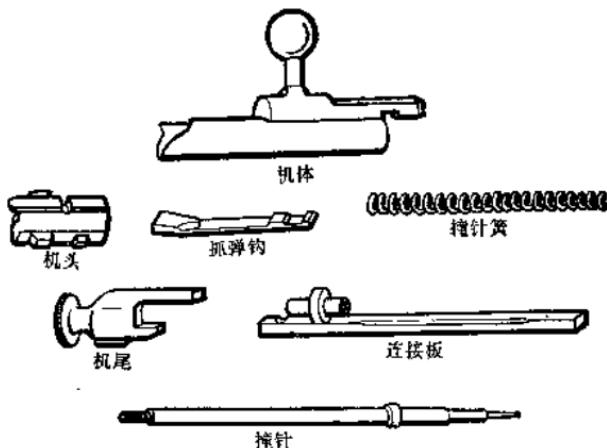

图 1-5 分解的枪机零件
(3) 枪机（图 1-4）是用以将子弹送入弹膛、闭锁枪膛、保险、击发、退壳等。它由机体、机头、机柄、抓弹钩、机尾、撞针、撞针簧、保险突笋和连接板组成（图 1-5）。